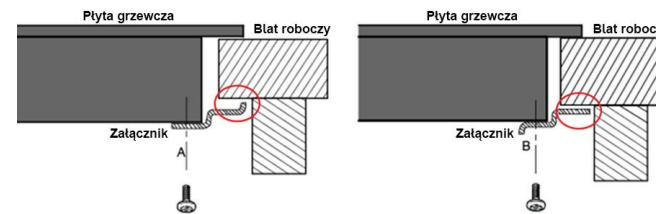

Rys. 8
5. W przypadku, gdy nad płytą grzejną będzie się znajdować tylko pojedyncza szafka bez okapu kuchennego, wtedy minimalna odległość szafki nad płytą grzejną powinna wynosić 760 mm (Rys. 8).
6. W celu zapewnienia skutecznej cyrkulacji powietrza, urządzenie należy umieścić zgodnie z wymiarami przedstawionymi na Rys. 8, a szafka musi być tak zbudowana, aby do jej dolnej części mogło płynąć powietrze. Pod płytą grzejną musi być odstęp co najmniej 50 mm, a za tylną ścianą szafki musi być odstęp co najmniej 20 mm (Rys. 8).